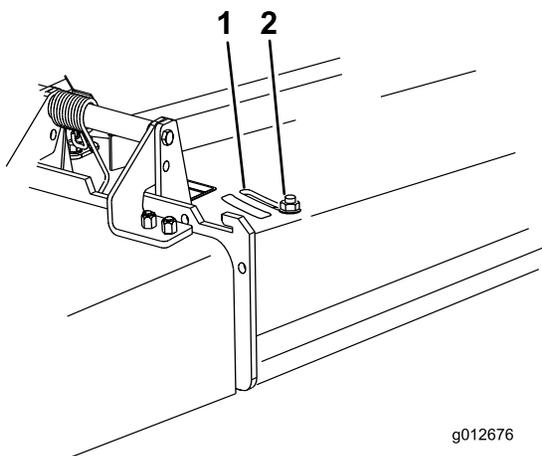

Рисунок 23
3. Для регулировки перегородки ослабьте гайку (Рисунок 23).